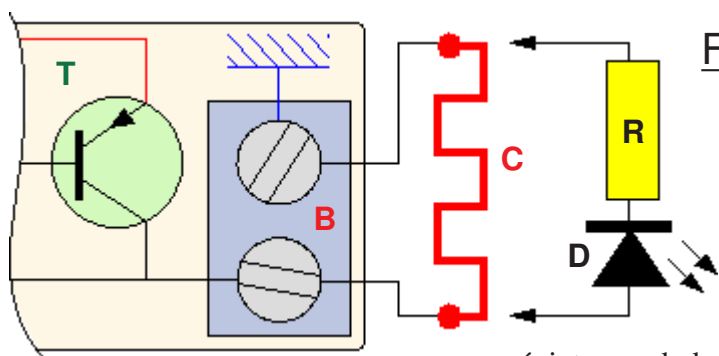

Fig.67
**P**assons à l'exploitation automatique de la sentinelle, c'est à dire utiliser le bornier **B** pour piloter une charge extérieure qui se chargera du réchauffage d'un local quand la température devient inférieure au seuil d'alerte. Le principe d'utilisation représenté sur le schéma partiel de la Fig.67 consiste à fournir un petit courant à l'interface de puissance. Quand l'Alarme se déclenche, **T** devient conducteur et débite tout ce qu'il peut dans la résistance de Charge **C**. Maximum 48mA dans